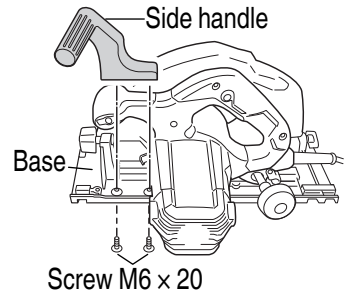

Fig. 3
5. When using the side handle (**Fig. 3**)